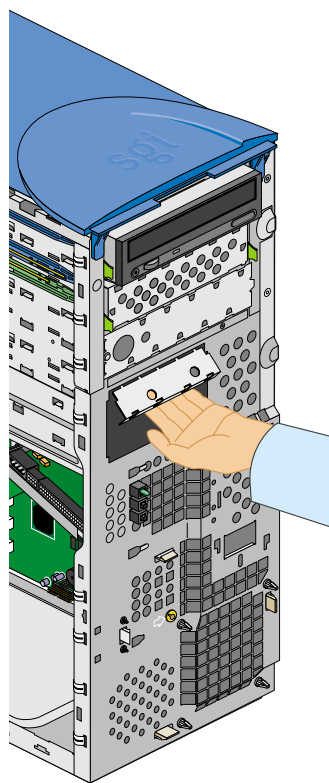

図 2-7 3.5 インチのドライブフィラープレートの取り外し
- フィラープレートの下側を持って引っ張ります。フィラープレートを引っ張ると、本体から切り離されます。図 2-7 にその手順を図示します。